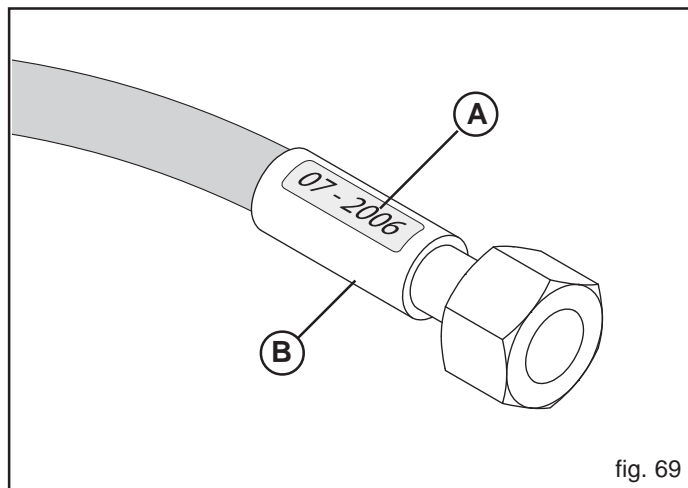

fig. 69
- pérdidas en proximidad de la armadura del tubo (B, Fig. 69);
- corrosión de la armadura (B, Fig. 69);
- al superar los 5 años de vida (A, Fig. 69).